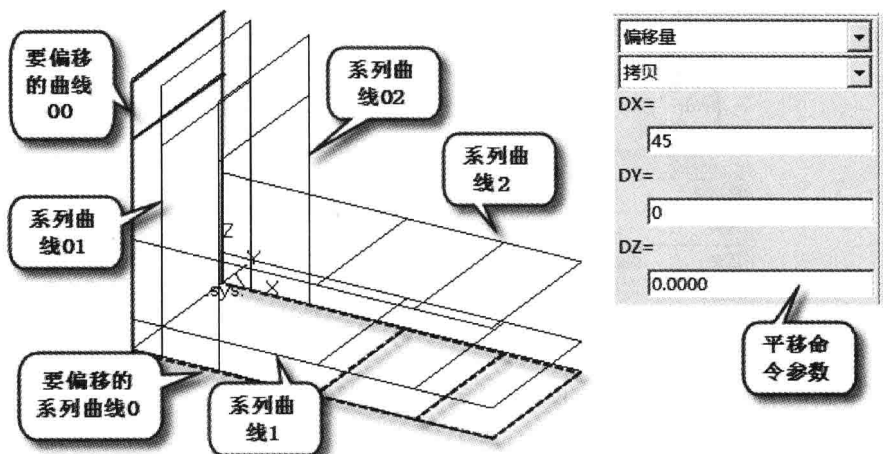

图 1-25 “平移”绘制图形
① 单击“平移”按钮 ，选择“偏移量”、“拷贝”、“DX=0、DY=0、DZ=15”，拾取要偏移的“系列曲线0”后，单击，获得“系列曲线1”。② 选择“偏移量”、“拷贝”、“DX=0、DY=0、DZ=55”，拾取要偏移的“系列曲线0”，单击，获得“系列曲线2”。③ 按 F6 键，选择“偏移量”、“拷贝”、“DX=15、DY=0、DZ=0”，拾取要偏移的“系列曲线00”，单击，获得“系列曲线01”。④ 选择“偏移量”、“拷贝”、“DX=45、DY=0、DZ=0”，拾取要偏移的“系列曲线00”，单击，获得“系列曲线02”。绘制结果如图1-25所示。